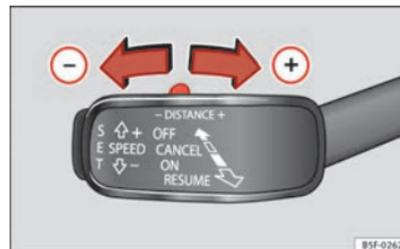

Fig. 135 Levier de commande : Réglage de la distance
- Pour indiquer la distance actuellement programmée, appuyez brièvement sur la commande à bascule ⇒ **fig. 135**.